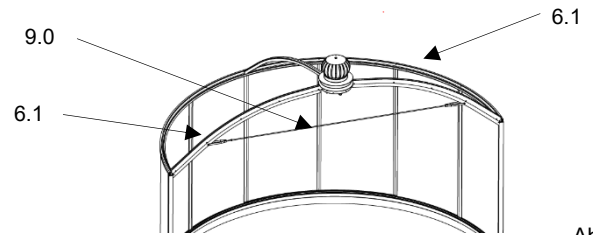

Abb.26
- die Zugstange (9.0) in den Bohrungen der beiden Statikrandbügel (Dach) links/rechts (6.1) mit je 1x Sechskantschrauben M8x60 und je 2x U-Scheiben mit je 1x Sechskantmutter M8 sichern. (Abb.26)